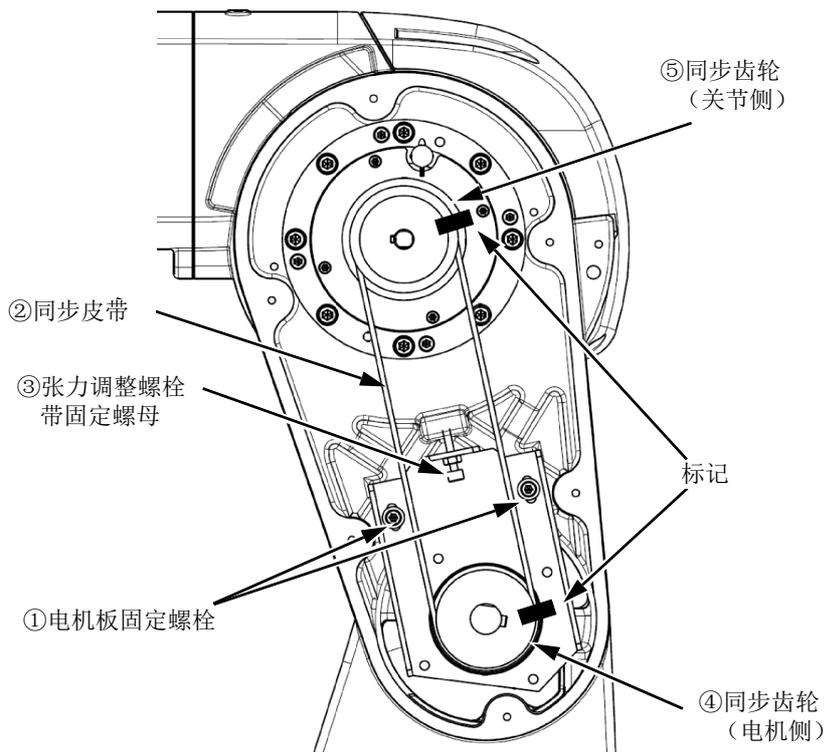

图 5-19：J3 轴同步皮带的点检、更换（RV-4FR/7FR 系列）
同步皮带点检 · 更换时的参考图如图 5-19 所示。
- 2) 在皮带更换过程中，应注意不要使皮带轮转动。请注意如果同步皮带轮 A ④及 B ⑤的位置关系出现偏差，可能导致位置偏离。
- 3) 为了防止同步皮带②与同步皮带轮④、⑤的齿的咬合发生偏离，应参照图 5-19 所示，在同步皮带②和同步皮带轮④、⑤上使用马克笔等标上标记。
- 4) 稍微拧松电机板固定螺丝①（2 根）。（请勿过度拧松。）
- 5) 拧松用于固定张力调整螺丝③的螺母，拧松张力调整螺丝③，卸下旧的同步皮带。
- 7) 根据同步皮带轮④、⑤的标记，安装新的同步皮带。
- 8) 旋转张力调整螺丝③，调整同步皮带②的张力。